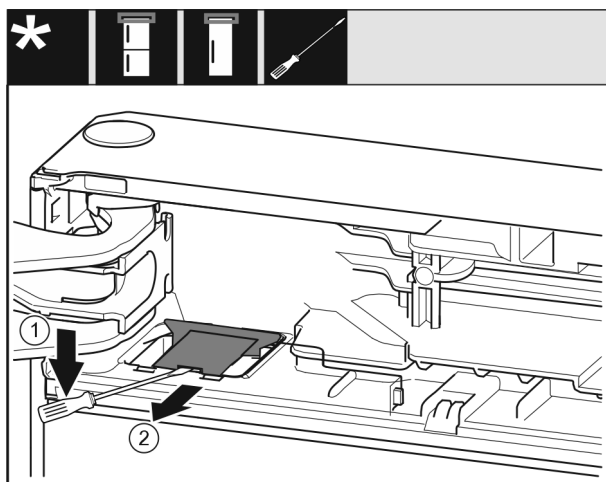

Fig. 9
- ▶ З допомогою шліцевої викрутки звільнити і підняти кришку. Fig. 9 (1)
- ▶ Монтувати кришку. Fig. 9 (2)